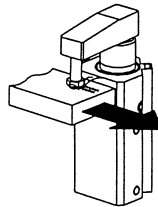

図5
- ④クランプ中にワークが外力等により動く様な使用はしないでください。(図5)
- ⑤その他、シリンダのピストンロッドに回転力の掛る様な使用はしないでください。
①回転方向での、仕事は行わないでください。